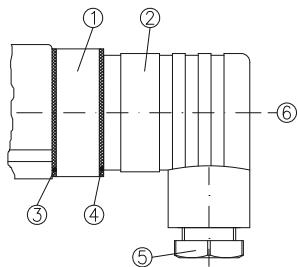

Fig. 7
- ↳ Desserrer la vis centrale ⑥ M3x35 et tirer la boîte de raccordement ② du connecteur sur l'instrument ① (→ Fig. 7). Tirer la vis centrale ⑥ de la boîte de raccordement ②.